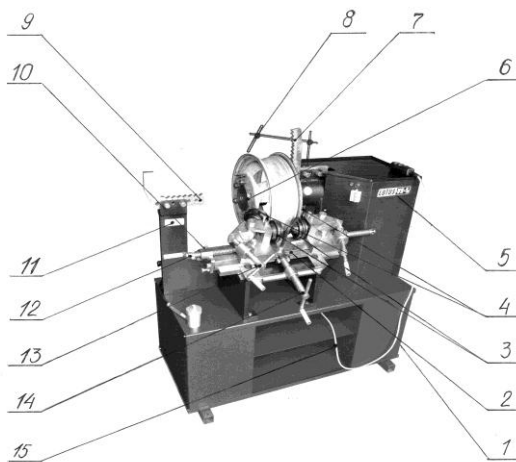

Рис. 1 Станок для рихтовки дисков «NORDBERG 21 SLR»
5.1. СТАНОК (рис.1) состоит из сборочных единиц и деталей, приведенных в Таблице 3.
7.3. Выставляем и фиксируем упоры (7,9), рис.1.